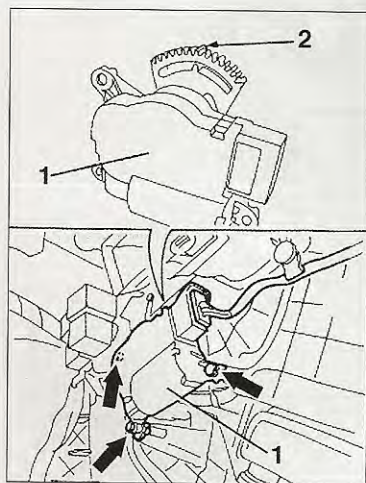

FIG. 22
- Desmontar el motor de mezcla de aire (1) separando el diente marcado (2) de su alojamiento (fig. 22).